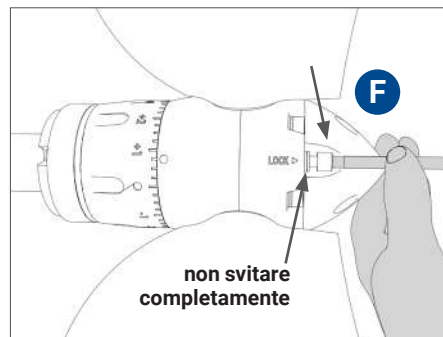

FIG. 24 | Allentamento vite di fermo
- Svitare la vite di fermo (indicata con **F** in Fig. 24) per 5-6 giri, questo permetterà di regolare il passo senza rischio di perdere la vite in acqua (n.b. a 10 giri la vite si estrae completamente dall'elica con rischio di perderla).